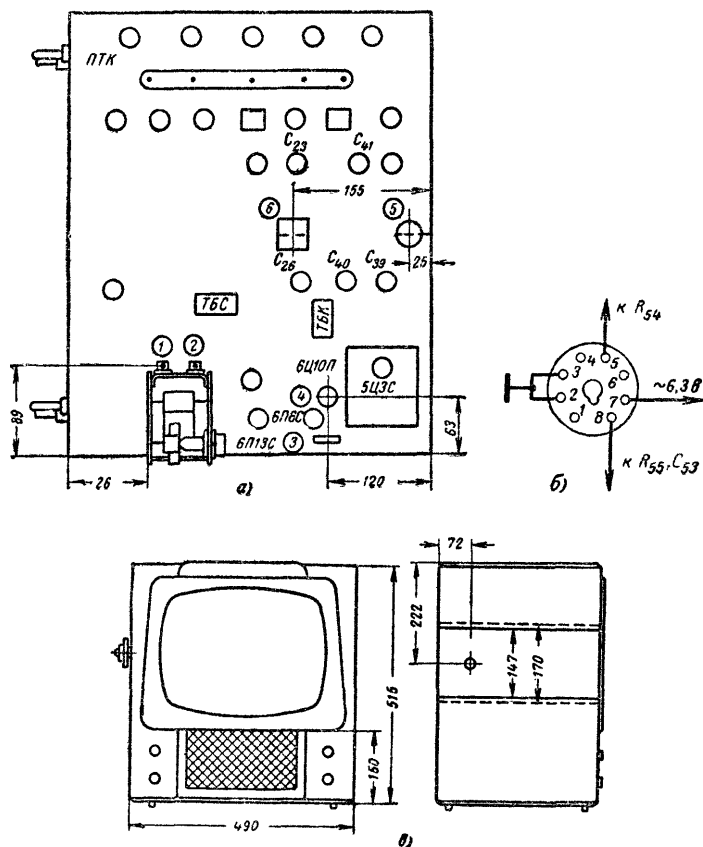

Рис. 13. Конструкция телевизора КВН-49-4 с кинескопом 43ЛК2Б.
Слесарно-монтажные и столярные работы при установке кинескопа 43ЛК2Б состоят в следующем: строчный автотрансформатор устанавливается на шасси с помощью двух уголков 1 и 2 (рис. 13, а), которые закрепляются болтами МЗ к металлической скобе автотрансформатора. Гетинаксовая плата с деталями высоковольтного фильтра устанавливается на шасси 3.
Панель радиолампы Г-807 заменяется панелью под радиолампу 6П13С, схема распайки которой показана на рис. 13, б. Панель для радиолампы 6Ц10П монтируется на стойках (4). На шасси устанавливается панель для включения фишки ОС (5) и унифицированный ТВК (6).
шириной 147 мм (рис. 13, в). Высоочастотный блок ПТК устанавливается на левой стенке футляра.